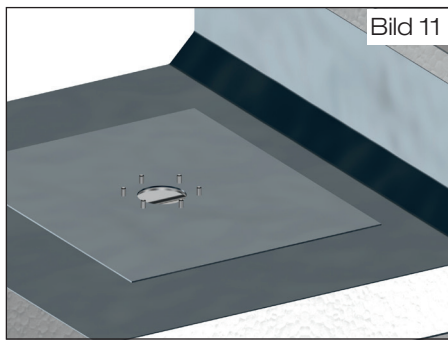

Bild 11
2.3 **Anschlussmanschette** bauseits aus vorhandener Bitumen-Dachdichtungsbahn, Größe: 700 mm x 1000 mm, zuschneiden (Bild 11). Mit Locheisen Löcher $\varnothing = 14$ mm für die Durchführung der Gewindebolzen in der Anschlussmanschette vorsehen. Der Losflansch kann als Schablone genutzt werden. Anschlussmanschette im Schweißverfahren mit bereits verlegter erster Lage der Dachdichtungsbahn verbinden.
3.3 **Anschlussmanschette** bauseits aus vorhandener Kunststoff-Dachdichtungsbahn, Größe: 700 mm x 1000 mm, zuschneiden (Bild 11).